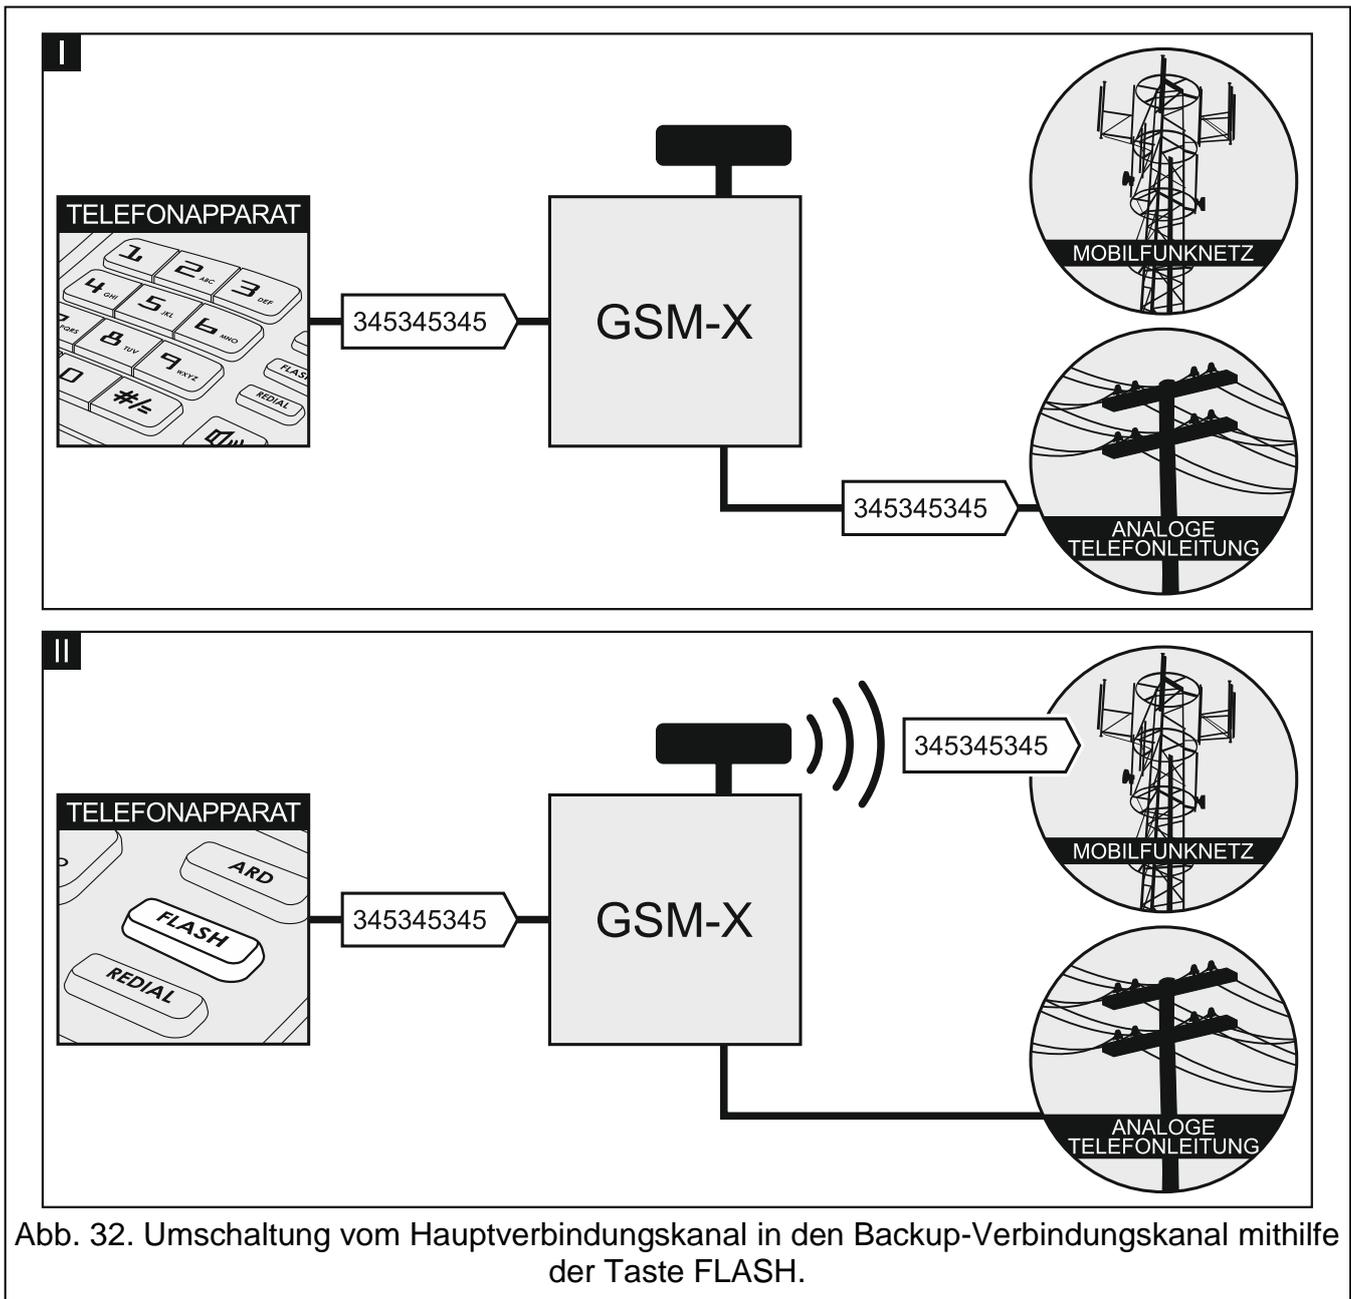

Abb. 32. Umschaltung vom Hauptverbindungskanal in den Backup-Verbindungskanal mithilfe der Taste FLASH.
**FLASH schaltet GSM / Tel.Leit. um** – bei eingeschalteter Option kann vom Hauptverbindungskanal in den Backup-Verbindungskanal mithilfe der FLASH-Taste des an den Ausgang der Telefonleitung angeschlossenen Telefons umgeschaltet werden. Die Bestimmung des Hauptverbindungskanals ist mit der Option „GSM als primäre Telefonleit.“ möglich. In dem Beispiel in Abbildung 32 wird die analoge Telefonleitung als Hauptverbindungskanal verwendet. Wenn nach dem Abheben des Hörers vor dem Wählen der Rufnummer die FLASH-Taste gedrückt wird, wird der Backup-Verbindungskanal, also das Zellulartelefon (Abb. 32-II), verwendet.